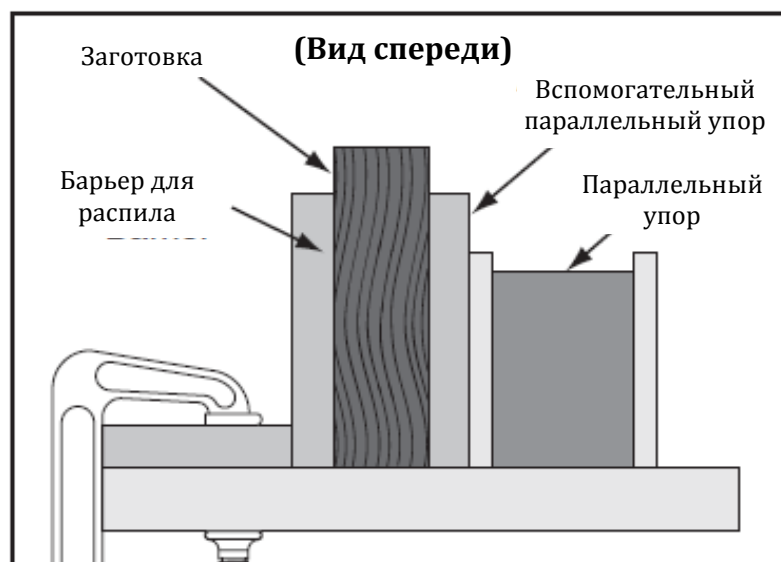

Рис. 57. Идеальная наладка заготовки для распиливания
5. Прислонить заготовку к вспомогательному упору и придвинуть барьер для распила к заготовке, как показано на рис. 57. Теперь следует зажать струпцинами барьер к верху станка по обоим концам.